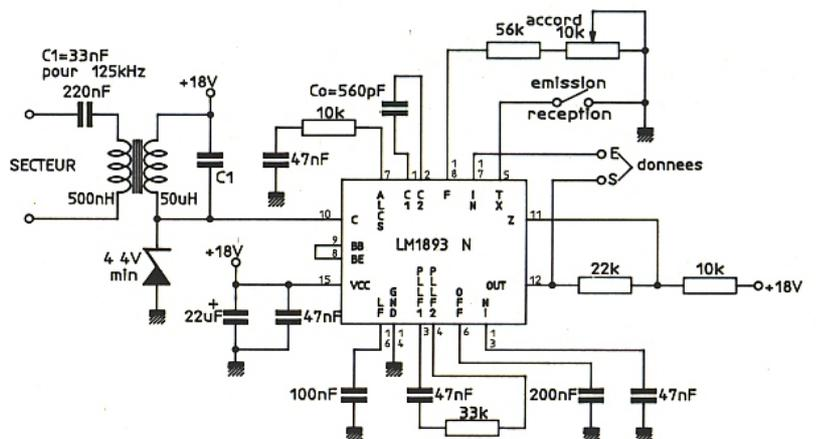

Figure 14
La solution évidente consiste à utiliser le LM 1893, du même fabricant (NS), et pouvant lui aussi servir aussi bien d'émetteur que de récepteur. La figure 14 reproduit un schéma très classique pouvant être utilisé en toute confiance, à condition de ne pas chercher à alimenter le montage sous moins de 18 V (24 est même préférable).